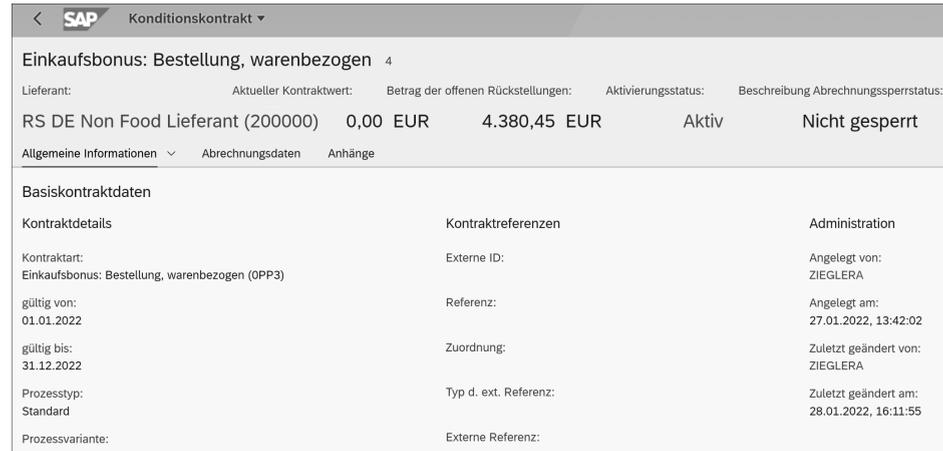

Abbildung 4.38 Reporting laufender Kontrakte
- Umsatzlisten können jederzeit durch bestimmte Reports aufgerufen werden (siehe Abbildung 4.38).